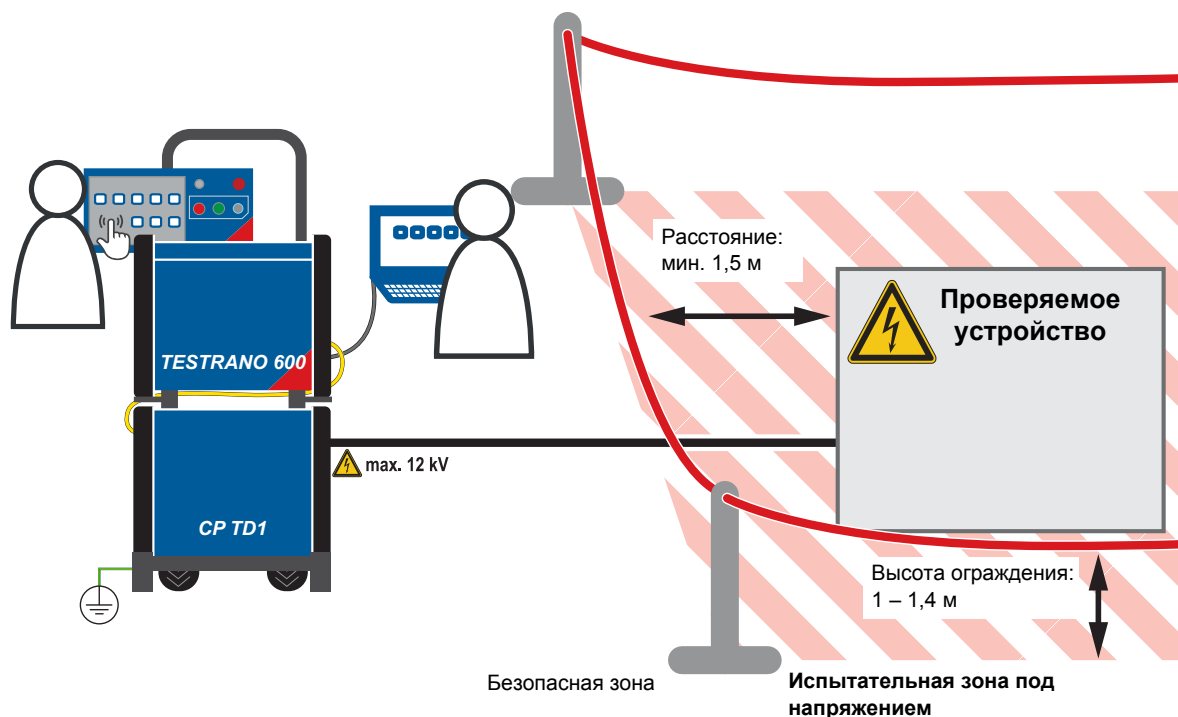

Рис. 1-1: Иллюстрация отделения зоны высокого напряжения от безопасной зоны при работе с TESTRANO 600 и CP TD1
- ▶ Разделите рабочую область, как показано на Рис. 1-1: «Иллюстрация отделения зоны высокого напряжения от безопасной зоны при работе с *TESTRANO 600* и CP TD1» на стр. 6.